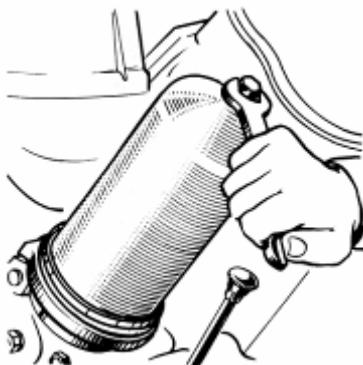

Рис. 61. Отвертывание колпака фильтра
- 1 Отвернуть на 3–4 оборота колпак фильтра и слить масло через канал корпуса в подставленную тару. Для отвертывания колпака можно пользоваться ключом, как показано на рис. 61.